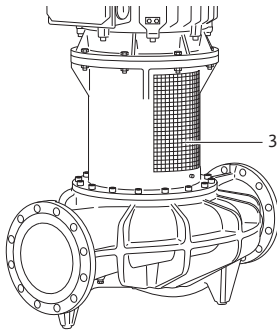

Fig. 48: Tôle de protection d'accouplement montée
- N'exploiter la pompe qu'avec des tôles de protection d'accouplement montées (Fig. 48, pos. 3).